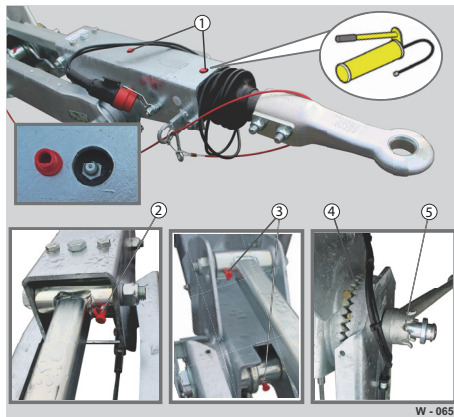

Abb. 51 HV-Deichsel: Schmierstellen
- Auflaufeinrichtung mittels Fettpresse an den oberen Schmiernippeln (Abb. 51/1) abschmieren.
- Feststellkegel (Abb. 51/5) lösen und das Gewinde schmieren.
- Alle Lagerstellen (Abb. 51/12,3) am Schmiernippel schmieren.
- Verzahnung (Abb. 51/4) fetten.